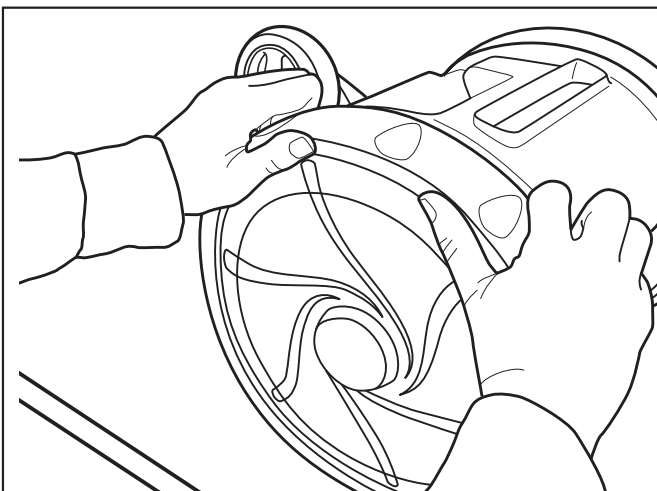

Figure 21. Remettre le pneu sur la roue
5. Continuer d'ajuster le pneu sur la roue. Se référer à la Figure 21.